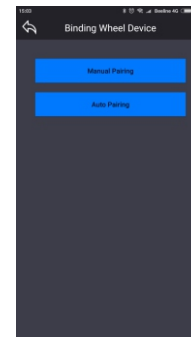

Рисунок 2
2) Войдите в настройки приложения, перейдите на вторую страницу. Далее нажмите Manual Pairing (рис.2) и Вы перейдёте в режим программирования датчиков.